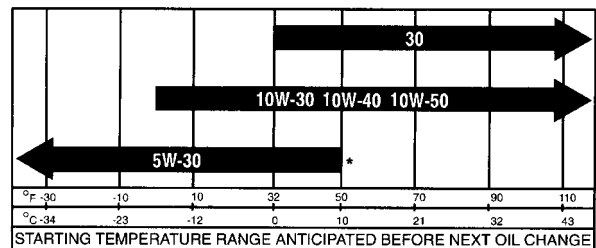

Figura 22
3. O motor utiliza um óleo detergente 10W30 de alta qualidade, correspondente à classificação de serviço do American Petroleum Institute API CF ou superior. Escolha a viscosidade de acordo com a tabela em Figura 22.